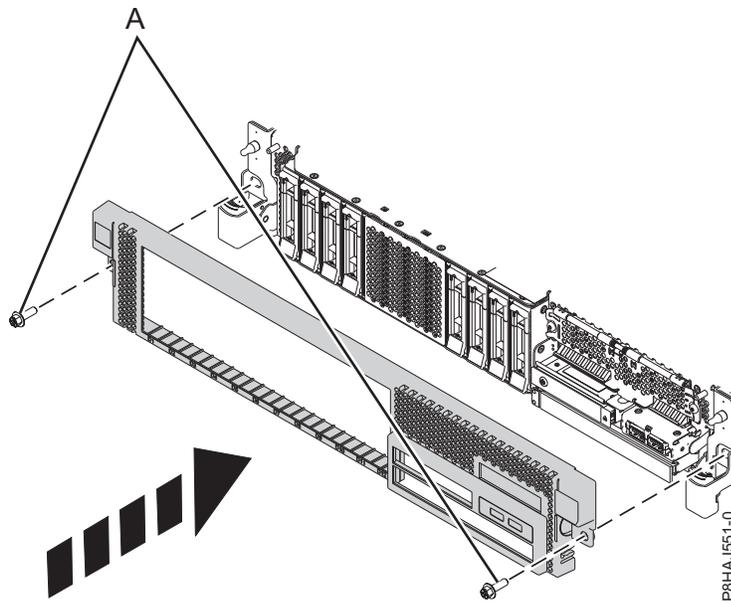

Abbildung 16. Vordere Abdeckung installieren
3. Schließen Sie die Entriegelungshebel: Schieben Sie sie in die in Abb. 16 auf Seite 37 gezeigte Richtung. Die Abdeckung schnappt ein und weist eine Vertiefung auf, an der Sie sie leichter festhalten können.
4. Setzen Sie die Transportschrauben (A) wieder ein.